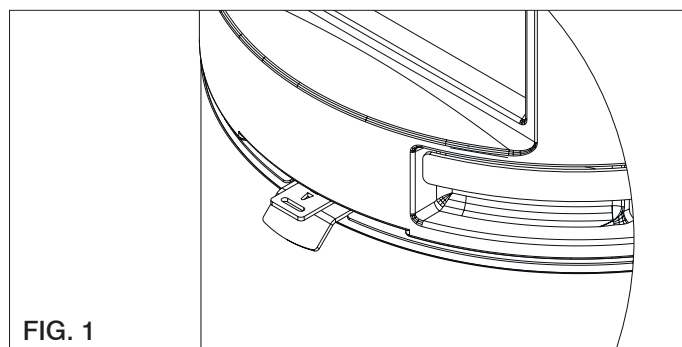

FIG. 1
**- Position "Maintien des braises" (fig. 1)**